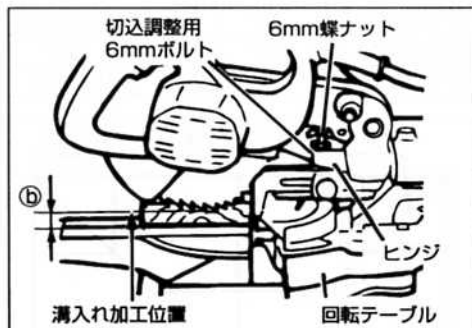

図33
- (2) ノコ刃の下限位置調整は、6mm蝶ナットをゆるめ、切込調整用6mmボルトをまわして上下させ、切込調整用6mmボルト頭部をヒンジに突き当ててください。(図33)